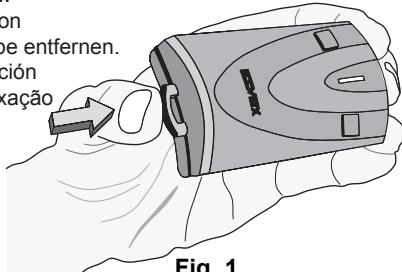
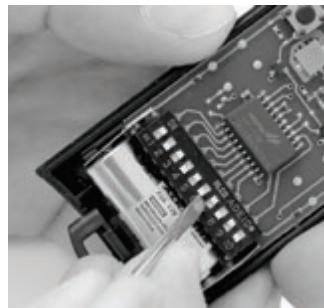

Fig. 1
Fig. 2
Die Befestigungsschraube entfernen. Auf den Deckel drücken und öffnen (Abb. 1). Die Batterie auswechseln und sicher stellen, daß die Kontakte des Batteriehalters sauber sind. Für die Funksteuerung 12V-Batterie vom Typ 23A benutzen.
2. Open the cover (Fig. 1) and set the contacts of the dip switch as desired (Fig. 2).
Remove the fixing screw. Open the cover (Fig. 1). Replace the battery making sure that the contacts are clean. The battery to be used on Radiocontrols is the 23A - 12 Vdc type.
2. Ouvrir le couvercle (Fig. 1) et placer comme on veut les contacts du Dip switch (fig. 2).
Enlever la vis de fixation. Agir sur le couvercle (Fig. 1). Changer la pile en contrôlant que les contacts du porte-pile sont propres. La batterie à utiliser dans les radiocommandes est du type 23A - 12 Vdc.
- 2 - Abrir la tapa (Fig. 1) y disponer los contactos del dip switch a voluntad (Fig. 2).
Actuar en la tapa (Fig. 1). Remplazar la batería verificando que los contactos del portabatería sean limpios. La batería que hay que utilizar en los emisores es del tipo 23A a 12 Vdc.
- 2 - Abrir a tampa (Fig. 1) e colocar os contactos do dip switch numa determinada posição (fig. 2).
Empurrar a tampa (Fig. 1). Substituir a bateria verificando se os contactos do porta-bateria estão limpos.